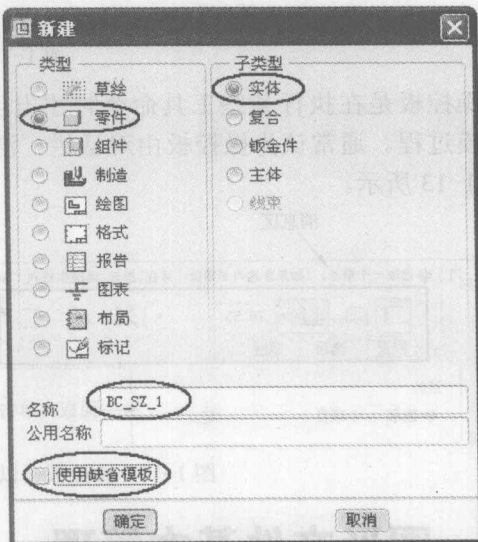

图 1-15 在“新建”对话框中设置与操作
① 在工具栏中单击“新建”按钮，或者在菜单栏中选择“文件”|“新建”命令，打开“新建”对话框。
② 在“新建”对话框中，从“类型”选项组中选择“零件”单选按钮，从“子类型”选项组中选择“实体”单选按钮。在“名称”文本框中输入由有效字符组成的零件文件名。单击“使用缺省模板”复选框，从而取消选中此复选框。在“新建”对话框中单击“确定”按钮。在“新建”对话框中的设置操作如图 1-15 所示。